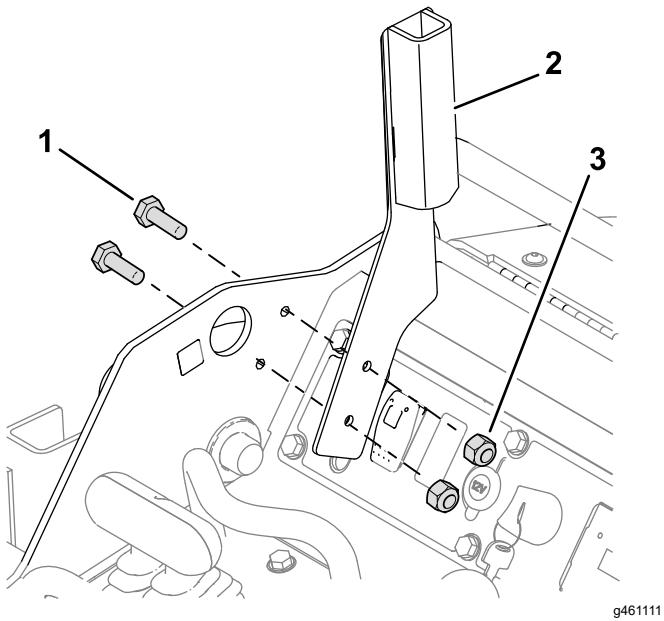
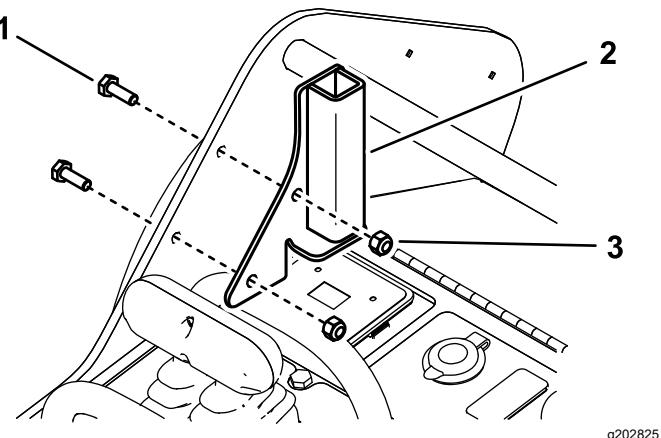

Figure 6
Figure 7
3. Avec le support sélectionné à la section 2 Choisir le support correct de l'écran de protection (page 2), installez le support gauche de l'écran de protection sur le cadre gauche à l'aide de 2 boulons ($\frac{1}{4}$ " x $\frac{3}{4}$ ") et 2 contre-écrous ($\frac{1}{4}"), comme montré à la Figure 6 et la Figure 7.$